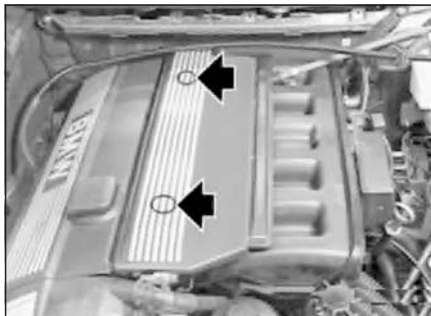

Рис. 13.4. Кожух форсунок
- Снять кожух форсунок («М54»), рис. 13.4. Вывернуть винты и снять шумоизоляционный кожух.